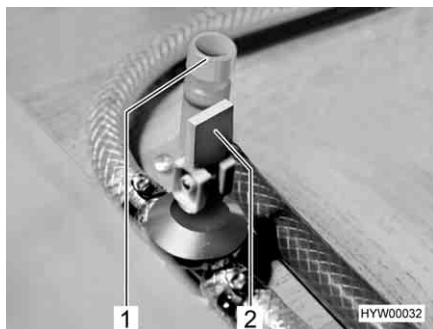

Fig. 104 Rubinetti di scarico
- Chiudere i rubinetti di scarico. Ruotare i coperchi (Fig. 104,1) in senso orario e posizionare la leva a bilanciere (Fig. 104,2) in posizione orizzontale.
- Aprire il rubinetto di scarico (Fig. 104). A questo scopo posizionare verticalmente la leva a bilanciere (Fig. 104,2).